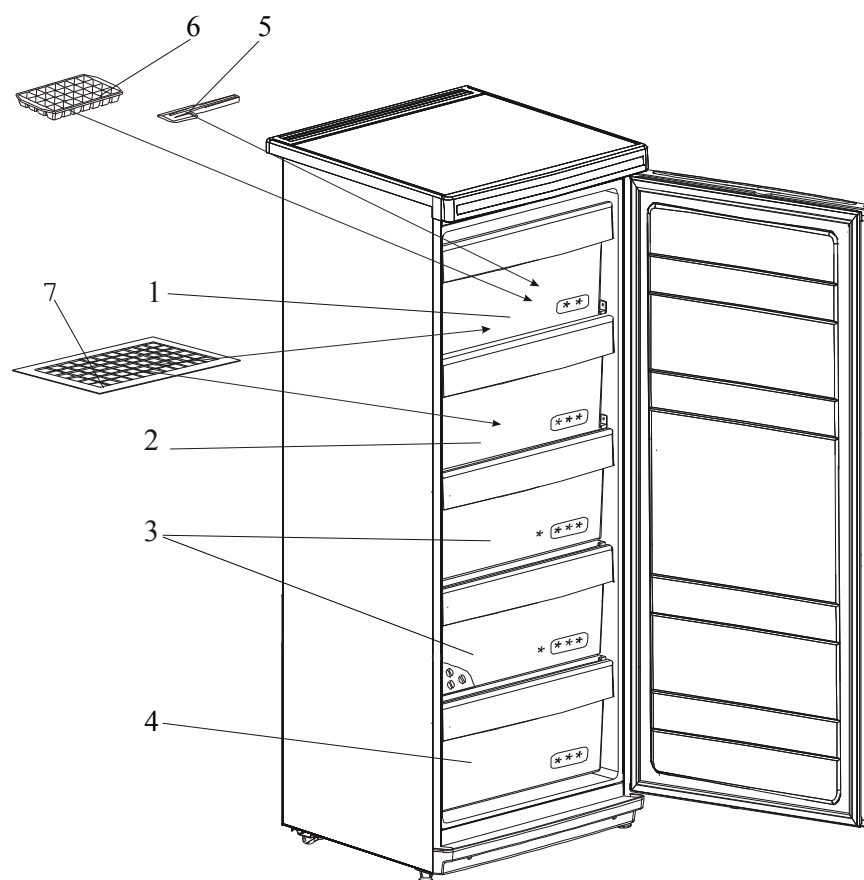

Рис.1 Расположение съемных деталей морозильника
- 6.4 Чтобы двери морозильника закрывались самопроизвольно, установите его с небольшим наклоном назад (рекомендуемое отклонение верхнего края двери от нижнего по горизонтали составляет 10-15 мм), регулируя опоры (рис.1).
7.7 При образовании незначительного снегового покрова на внутренних поверхностях морозильной камеры его можно удалить с помощью лопатки (рис.1), не приурочивая это к моменту оттаивания морозильной камеры.